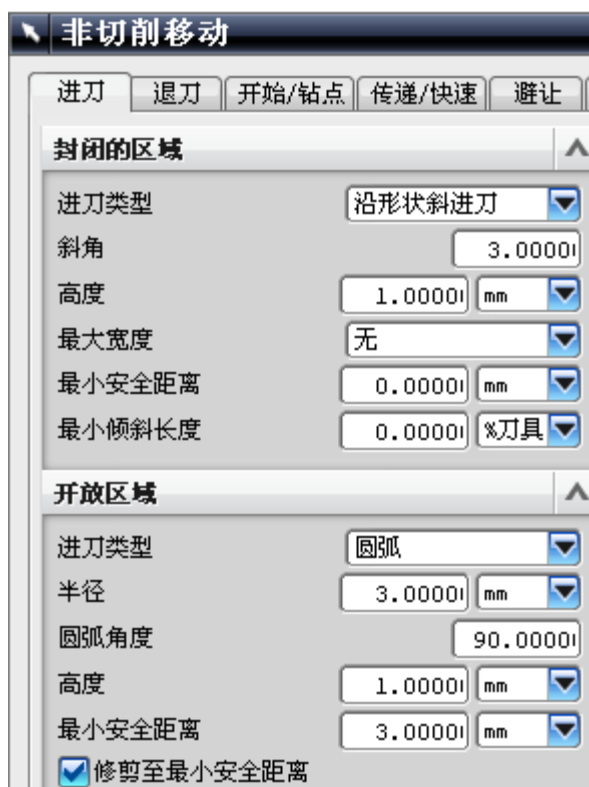

图 9-77
- 单击 ，设置如图 9-77 所示的非切削运动参数，单击 OK。